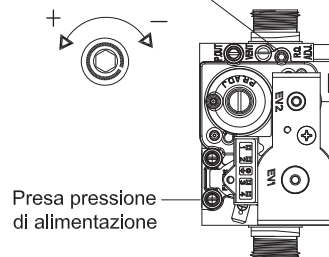

Fig. 26
- 4 - Misurare il livello di CO₂ (vedi tabella dei valori di CO₂) e regolare se necessario agendo sul regolatore della valvola gas (fig. 26).